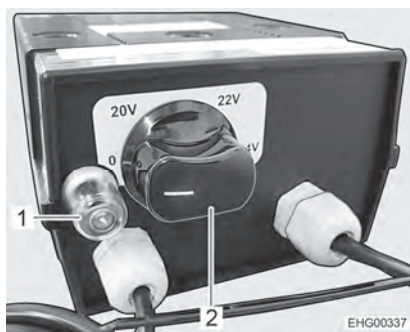

Fig. 126 Regolatore per riscaldamento elettrico del pavimento
- Ruotare il pomello girevole (Fig. 126,2) sulla potenza di riscaldamento desiderata.
Spegnimento: ■ Ruotare il pomello girevole (Fig. 126,2) sulla posizione "0".
In caso di sovraccarico del regolatore, si attiva la protezione contro il surriscaldamento. Il perno (Fig. 126,1) scatta all'infuori.
■ Una volta raffreddato il regolatore, premere il perno (Fig. 126,1) della protezione contro il surriscaldamento.